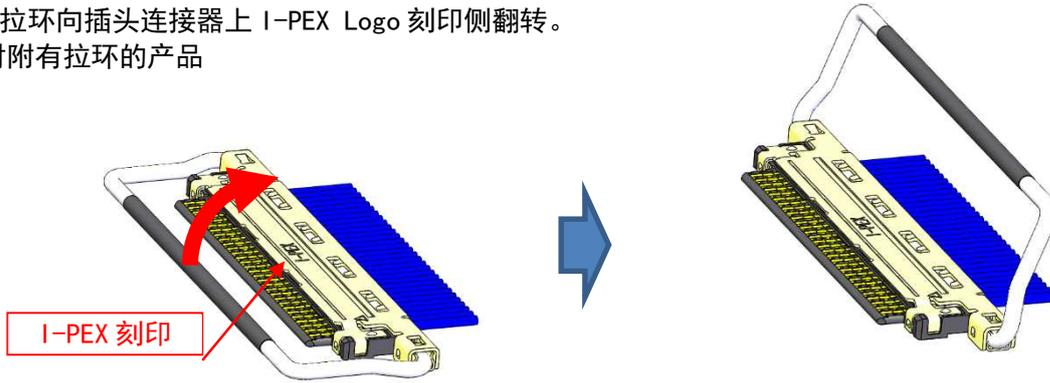

图 1
- ①如图 1、拉环向插头连接器上 I-PEX Logo 刻印侧翻转。